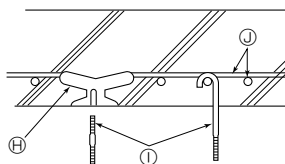

Fig. 2-5
② Estruturas de cimento armado (Fig. 2-5)